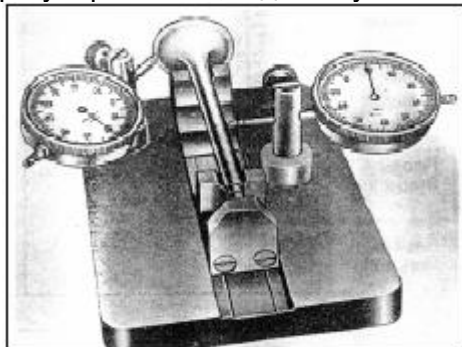

РИС. 85
- 3) Проверьте головку клапана и шток клапана на соосность, если износ превышает указанные пределы - замените клапан (рис. 85).